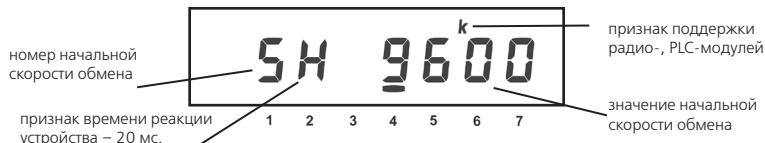

Рисунок 3.7
3.2.4.4 Окно «Начальная скорость обмена» (рисунок 3.7).